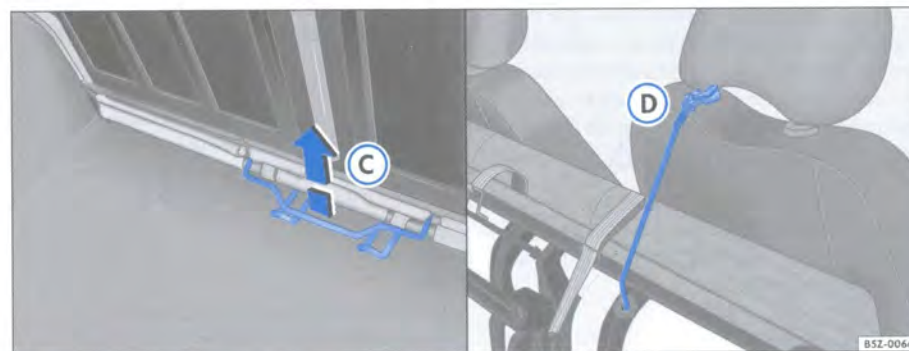

Fig. 90 Palanca para desbloquear el conjunto del piso / asiento inclinado fijado con la cinta elástica roja en la guía del apoyo para cabeza
- Tire de la palanca ⇒ página 104, fig. 90 (C) para desbloquear el conjunto del piso, y al mismo tiempo, levántelo **cuidadosamente** en la dirección de los asientos delanteros ⇒ ⚠.
- Localice la cinta elástica roja, que está alojada en la parte inferior del asiento del banco y encaje el gancho de la cinta elástica roja en la varilla del apoyo para cabeza del asiento del pasajero, inmovilizando el conjunto ⇒ página 104, fig. 90 (D) ⇒ ⚠.